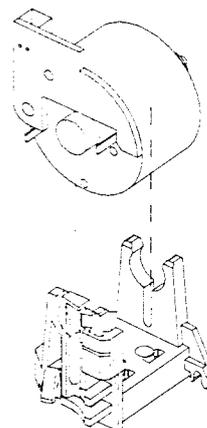

Fig. 6
- Den Einfädelmotor (Pos.38) aus dem Motorhäter nehmen (Fig. 6).